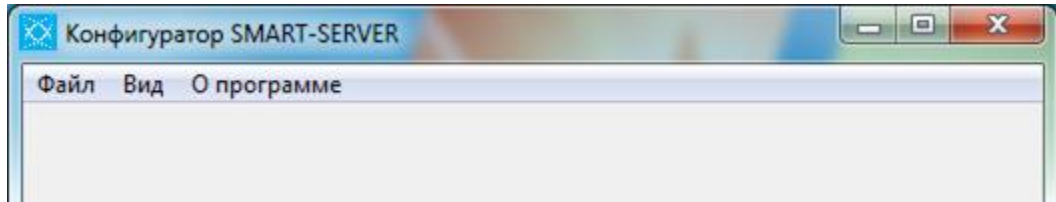

Рисунок 2. Меню программы конфигурирования
- последовательным выбором пунктов меню Файл/Новый файл (рисунок 2);